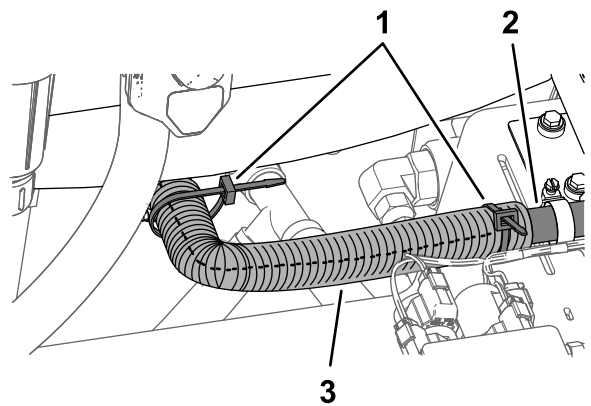

图31
6. 将开裂式螺旋管道安装到冲洗水箱与冲洗水箱泵之间的软管 43.3cm 上用 2 条扎带固定管道 图31。